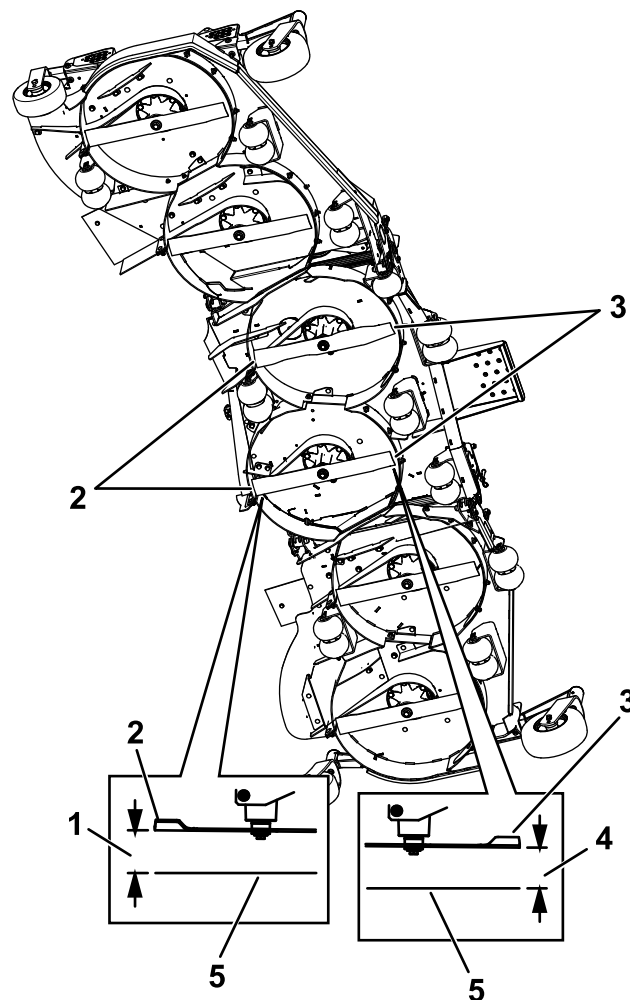

Figura 79
10. Mida desde la superficie nivelada hasta la punta delantera de las cuchillas derecha e izquierda de la carcasa central (Figura 79).